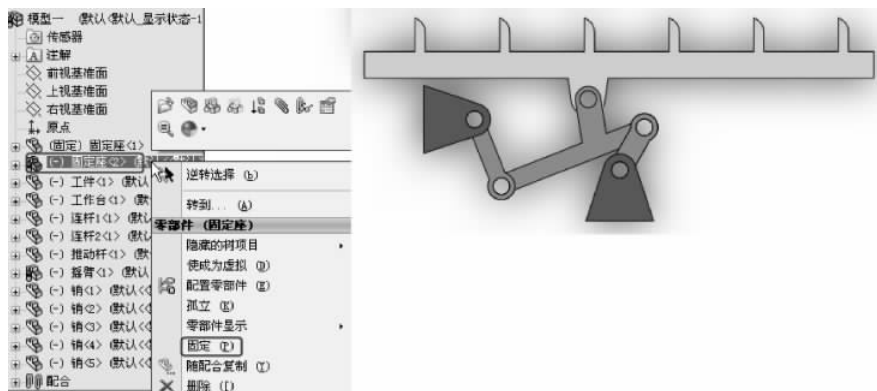

图 3-224 固定零件
(13) 调整连杆和固定座之间的位置, 在装配体设计树中右击【固定座<2>】, 在快捷菜单中选择【固定】命令, 如图 3-224 所示。